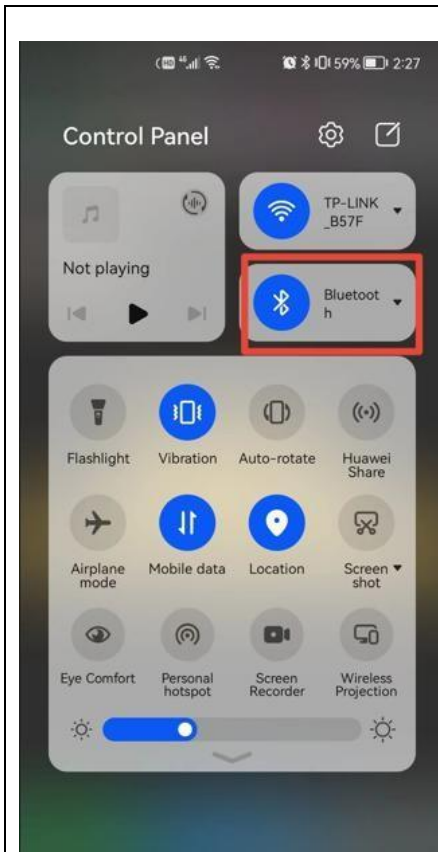

Abb. 4
1. Schalten Sie Bluetooth an Ihrem Handy ein, wie in Abb. 4 gezeigt.